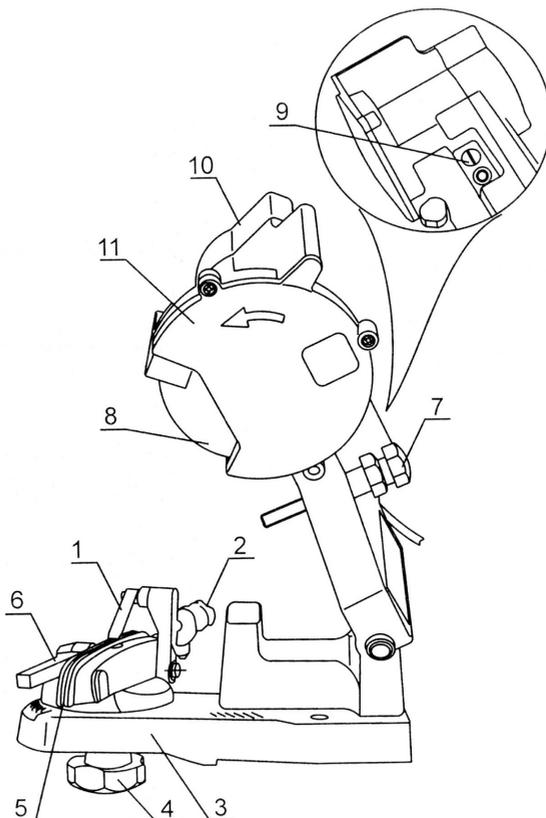

Рис. 1
- **Никогда не работайте со станком без кожуха 11** (рис. 1), защищающего заточной диск.
- Всегда проверяйте заточной диск **8** (рис. 1), включив станок на 30–60 сек без контакта его с цепью.